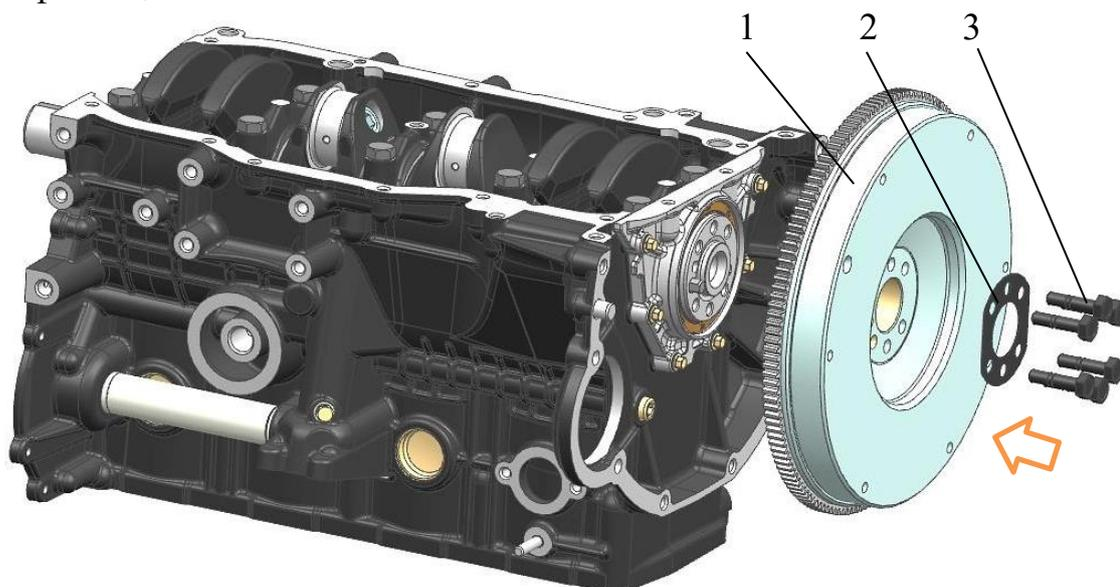

Рис.111. Установка маховика:
7. Установить маховик 1 (рис.111) на задний конец коленчатого вала, совместив отверстие в маховике под штифт с установочным штифтом, запрессованным во фланец коленчатого вала.